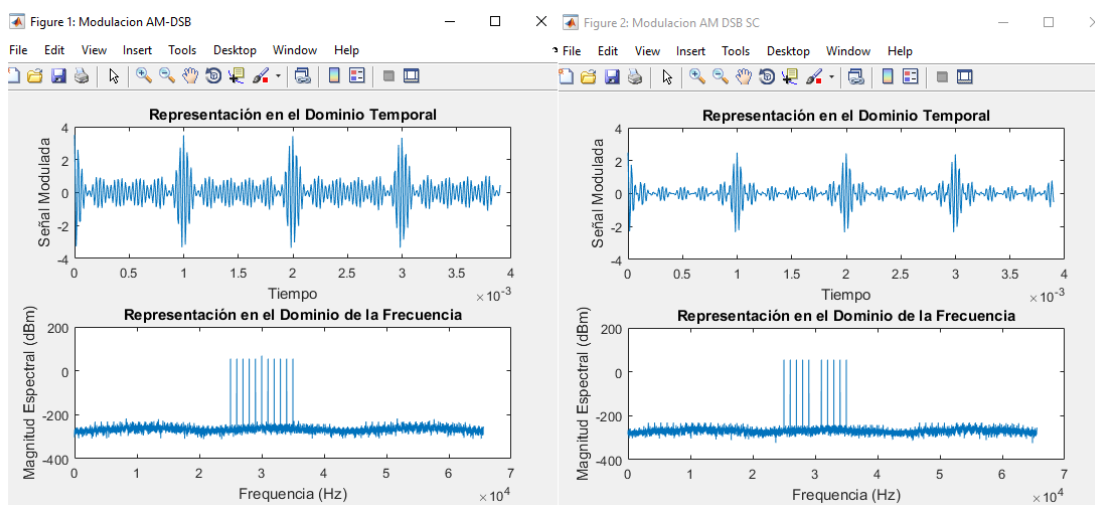

Figura 5: Modulación AM-DSB y AM-DSB-SC multitono
3. En relación al punto 2, haga un barrido de tonos de 1, 5 y 15 utilizando un índice de modulación (μ) de 0.5. En la figura 5 se muestra lo que se debe obtener tras configurar varios tonos (*e.g* 5 tonos). **NOTA:** Documente las señales temporales y espectrales obtenidas según las cantidad de tonos.